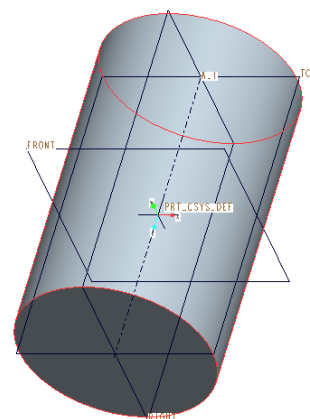

図 3-8 ベースフィーチャーの完成
- メインツールバーで「保存」 をクリックして「OK」をクリックすると図 3-8 のように「ベースフィーチャー」が完成する。